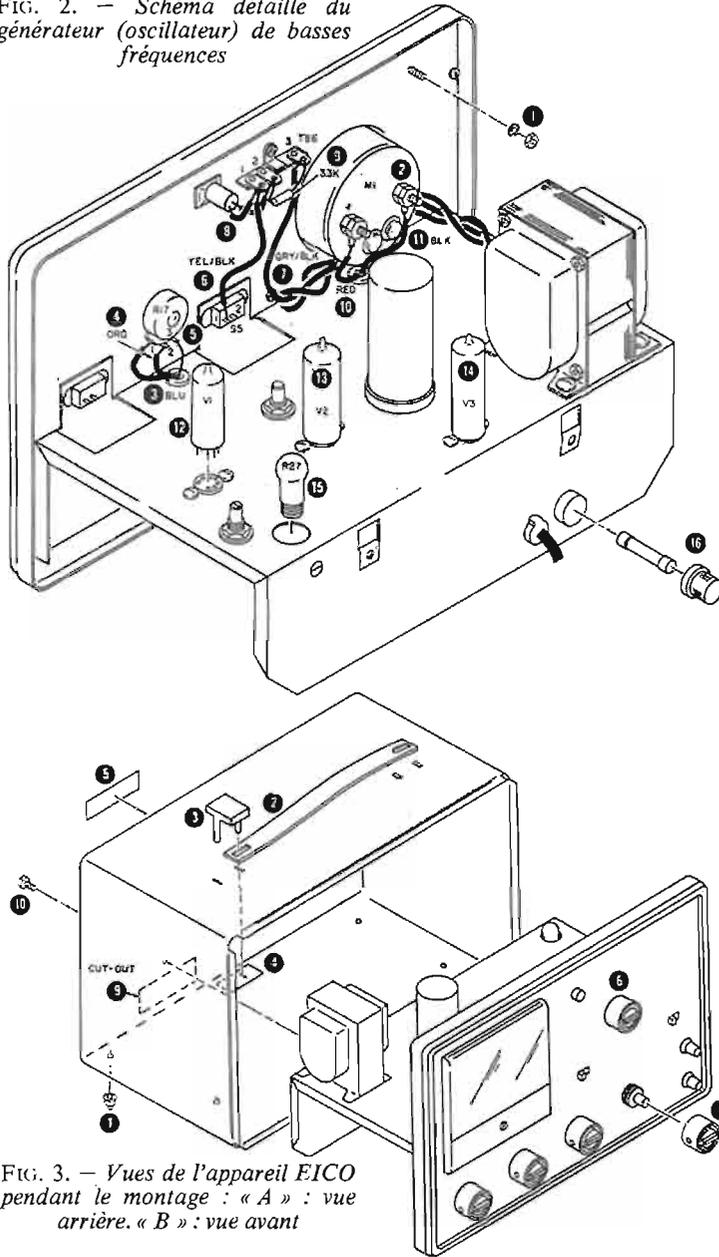

FIG. 3. — Vues de l'appareil EICO pendant le montage : « A » : vue arrière. « B » : vue avant
Une description complète du câblage serait inutile. Le schéma (FIG. 3) nous montre en « A », l'appareil vu de derrière, avec le transformateur, le galvanomètre (9), et l'on peut reconnaître éga-